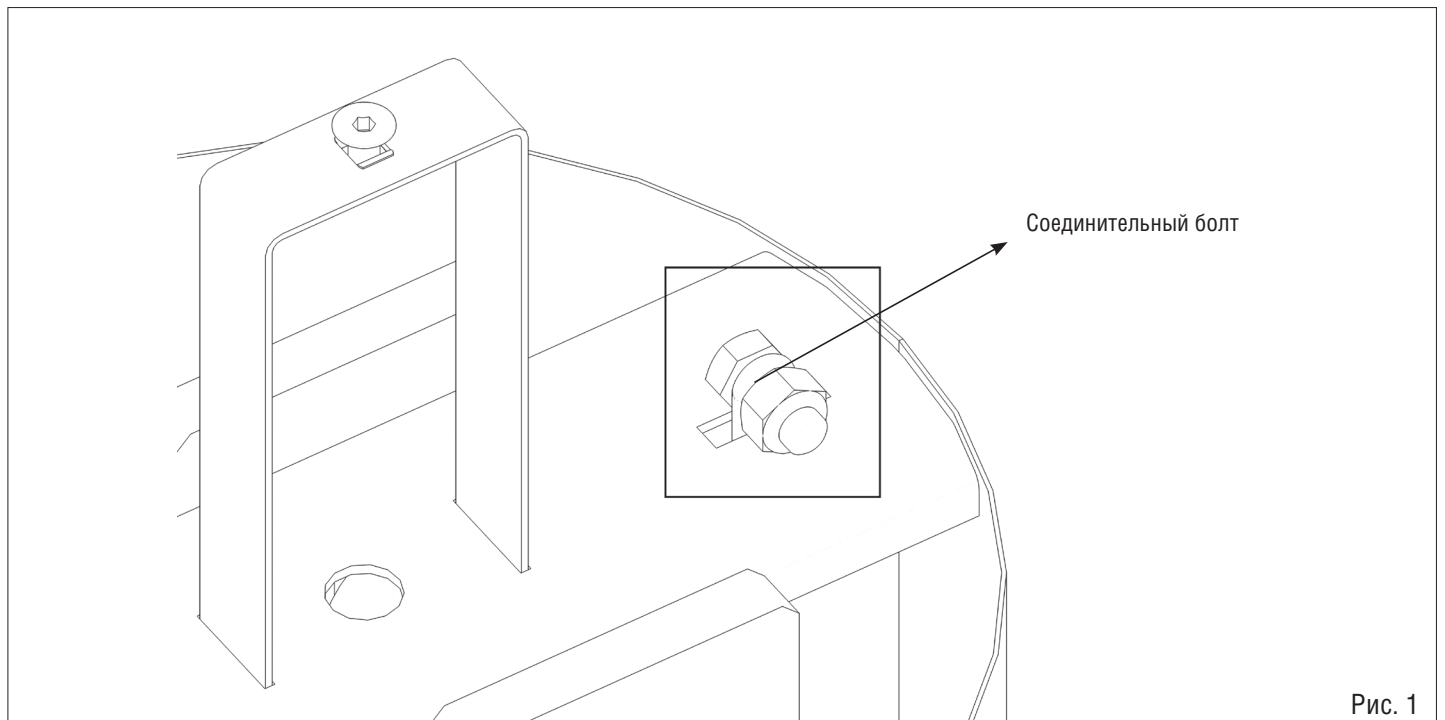

Рис. 1
- Переведите устройство в открытое положение и прикрепите другой конец цепи к устройству Slave при помощи соединительного болта, поставляемого в комплекте с устройством, как показано на рис. 1.